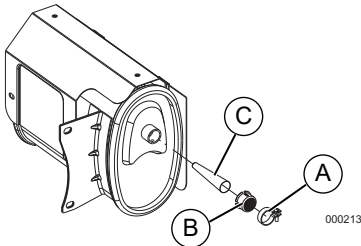

Figura 4-5. Filtro del supresor de chispas
1. Afloje la abrazadera (A) y retire el tornillo. Consulte la **Figura 4-5**.
2. Revise la pantalla (B) y sustitúyala si está desgastada, perforada o dañada de alguna manera. Si la pantalla no está dañada, límpiela con un disolvente comercial.
3. Sustituya la pantalla del supresor de chispas (C) y el cono (B). Fijela con la abrazadera (A) y el tornillo.